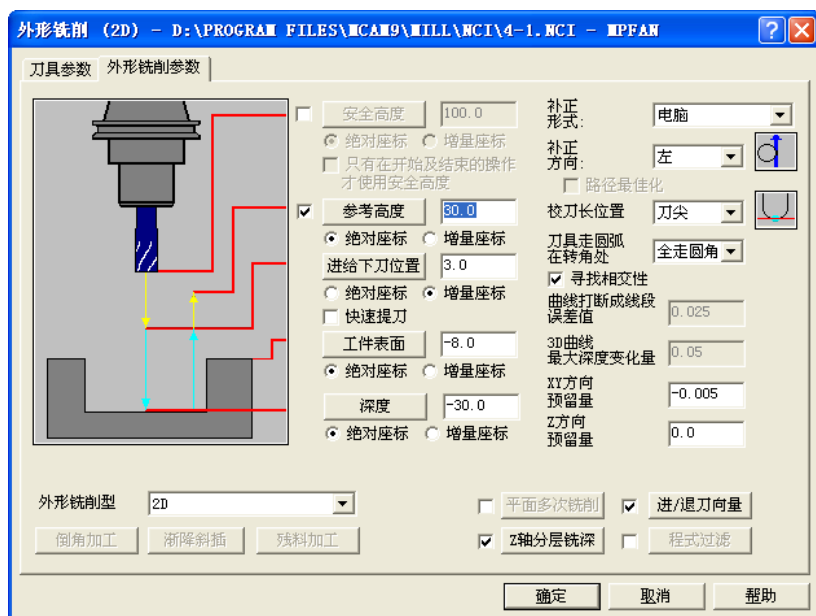

图 4-22 精修  $6 \times \phi 8$  孔外形铣削参数
17) 选择“外形铣削(2D)”, 精修  $6 \times \phi 8$  孔, 刀具参数、参考高度和进给下刀位置等均同步骤 8), 在“外形铣削参数”选项卡中设定工件表面:  $-8.0$ 、深度:  $-30.0$ , 补正形式选择“电脑”, 补正方向: 左, XY 方向预留量:  $-0.005$ , 以保证尺寸  $6 \times \phi 8^{+0.022}_0$ , Z 方向预留量:  $0.0$ , 勾选“Z 轴分层铣深”, 在“Z 轴分层铣深设定”对话框中输入最大粗切深度:  $8.0$ , 勾选“不提刀”, 勾选“进/退刀向量”, “进入”和“离开”的“直线”均点选“垂直”, 直线长度为:  $10\%$ , 圆弧半径为:  $0.0\%$ , 其余默认, 如图 4-22 所示。